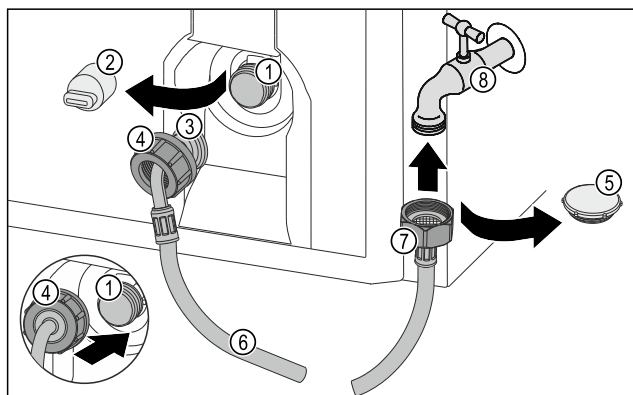

Fig. 63
- ▶ Távolítsa el a zárósapkát Fig. 63 (5).
- ▶ Helyezze fel az egyenes tömlővéget Fig. 63 (7) a vízcsapra Fig. 63 (8).
- ▶ Az óramutató járásának irányában húzza meg az anyát az egyenes tömlővégen Fig. 63 (7).